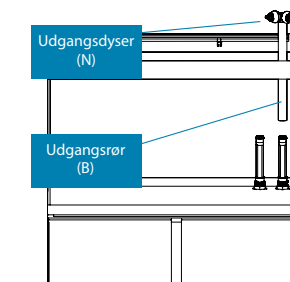

Fig. 4
3. Åbn akvarieskabet. Skru og stram ringmøtrikken (R) på den nederste ende af røret (A)
4. Sæt udgangsdyserne (N) i den ene ende af udgangsrøret (B).
5. Placér udgangsrøret (B) på tilslutningsrøret (A) (fig. 4).
6. Justér højden på udgangsdyserne efter behov, ved at skubbe udgangsrøret (B) langs tilslutningsrøret (A).
7. Udgangsdyserne (N) kan let drejes for at aflede vandstrømmen i den retning der ønskes.